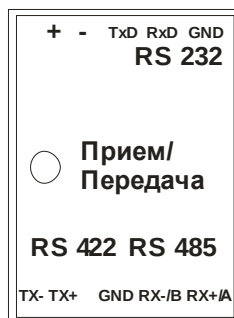

Рис.4. Схема подключения ПИ
- 3.5. Подключение прибора следует выполнять согласно схеме, приведенной на рис. 4.